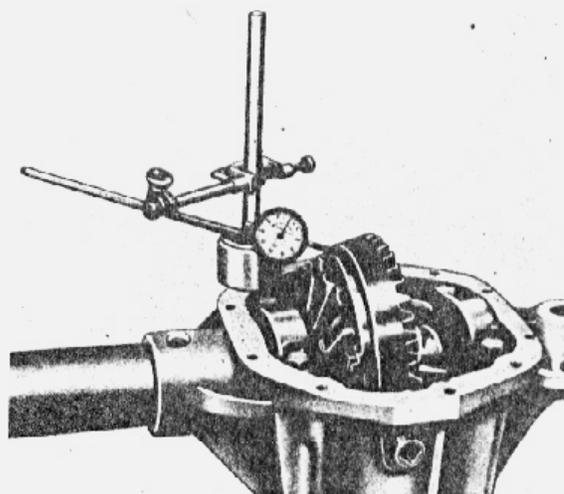

fig. 2 — verificação do empenamento da coroa
5. Examinar a coroa quanto a empenamento. Para isso, instalar um micro-comparador conforme indica a fig. 2 e girar a coroa. Se a leitura for superior a 0,003" isso significa que a coroa está empenada, mal instalada, os rolamentos estão defeituosos, ou ainda, a caixa de satélites está empenada.